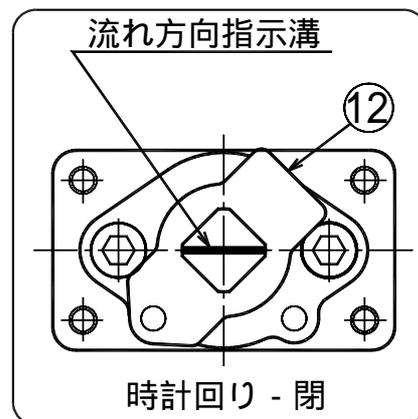

図 2
- 11) 手動弁の場合図 2，自動弁の場合図 3 を参照して，ステム の流れ方向指示溝を確認し，時計方向に回すと閉になるように，ストッパ を取り付ける。